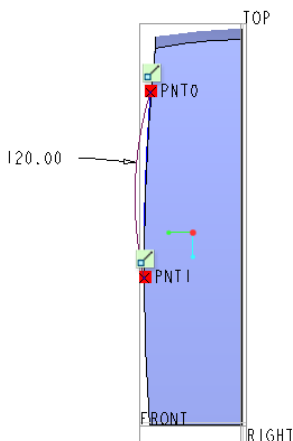

图 7-162 绘制圆弧
- 3 在功能区“草绘”选项卡的“设置”面板中单击“参考”按钮 ，打开“参考”对话框，结合选择过滤器的“基准点”选项来快速选择 PNT0 和 PNT1 两个基准点作为绘图参考，然后关闭“参考”对话框。绘制图 7-162 所示的圆弧。